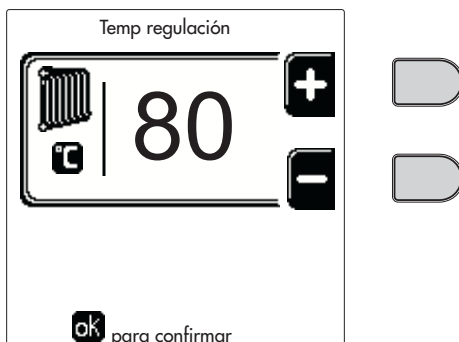
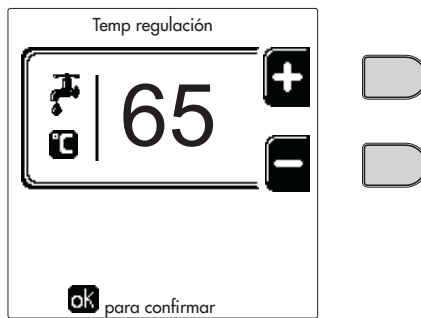

fig. 12
fig. 14
- **ON**. Ante una demanda de calefacción/ACS, la caldera funciona a la temperatura de Regulación de calefacción/ACS (fig. 12/fig. 14) programada.
- Ante una demanda de calefacción/ACS, la caldera funciona a la temperatura de Regulación Reducida. La temperatura reducida se obtiene restando la temperatura de Regulación Reducción a la temperatura de Regulación calefacción/ACS (fig. 12/fig. 14) programada.